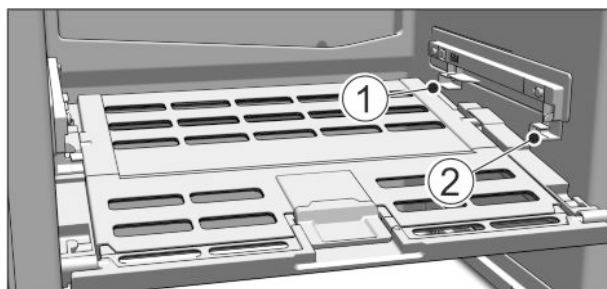

Fig. 48
- ▶ Nasadenie veka priečinka na ovocie a zeleninu: Výstupky veka zavedte zdola do zadného držiaka Fig. 48 (1) a zasuňte do predného držiaka Fig. 48 (2).